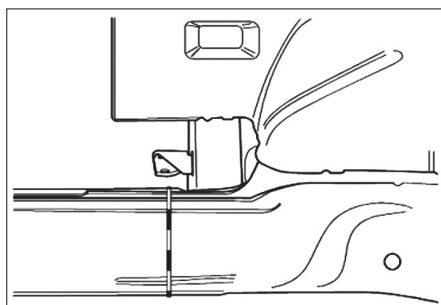

FIG. 8
- Zone de découpe avec appui de pare-chocs déposé (Fig.8).